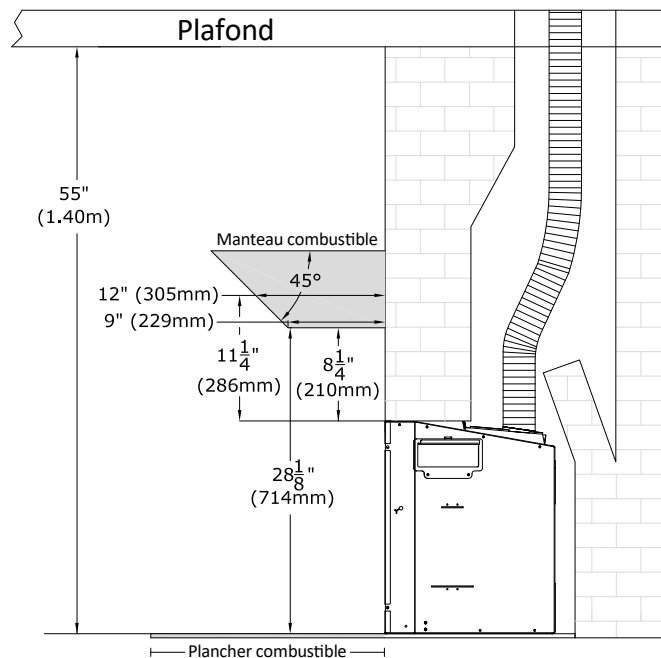

Figure 8.4 - Exigences d'installation du manteau
- Profondeur d'un manteau combustible : La Figure 8.4 montre qu'un manteau combustible de 9 po (229 mm) de profondeur doit être au moins 8-1/4 po (210 mm) plus haut que le dessus de l'appareil. La profondeur de ce manteau peut augmenter de 1 po (25 mm) à chaque 1 po (25 mm) de plus haut, à partir d'un manteau de 9 po (229 mm) de profondeur.
- Profondeur d'un manteau incombustible : La Figure 8.4 montre qu'un manteau incombustible de 8 po (203 mm) de profondeur doit être au moins 1 po (25 mm) plus haut que le dessus de l'appareil. La profondeur de ce manteau peut augmenter de 1 po (25 mm) à chaque 1 po (25 mm) de plus, à partir d'un manteau de 8 po (203 mm) de profondeur.